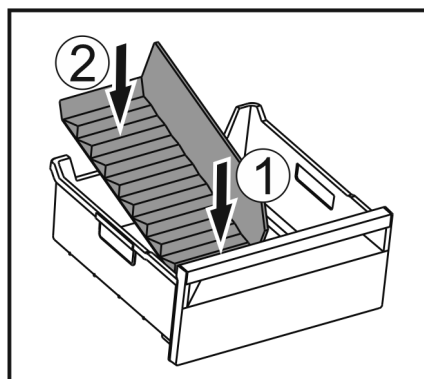

Fig. 181
- ▶ Vorderen Teil des Eisfach-Trenners einsetzen. Fig. 181 (1)
- ▶ Hinteren Teil des Eisfach-Trenners bis zum Schubfachboden absenken. Fig. 181 (2)